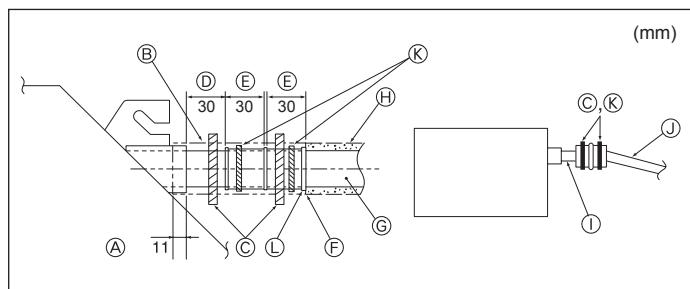

Fig. 3-5
- ⑨ D.Ç. ø32 VPC BORU
- ⑩ Mümkin olduğu kadar büyük yapınız
- ⑪ Ünite
- ⑫ Gruplandırılmış tesisat için büyük çaplı boru kullanınız.
- ⑬ Aşağıya doğru meyil (1/100 veya daha fazla)
- ⑭ Gruplandırılmış tesisat için D.Ç. ø38 VPC BORU. (9 mm veya daha fazla izolasyon)
- ⑮ 500 mm'ye kadar
1. Drenaj soketini (üniteyle birlikte verilmiştir) drenaj çıkışına bağlayınız. (Fig. 3-5) (Boruyu PVC tutkalla tutturduktan sonra bantlayarak tespit ediniz.)
- ⑯ Ünite
- ⑰ Izolasyon maddesi
- ⑱ Bant (büyük)
- ⑲ Drenaj çıkış (şeffaf)
- ⑳ Daldırma marjı